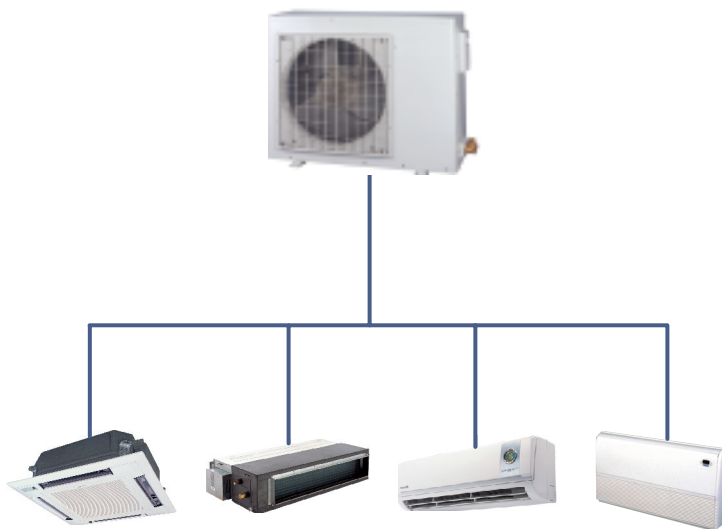

Рис. 3.1
3.2 Внутренние блоки могут быть настенного, кассетного, канального или напольно-потолочного типа (см. рис. 3.1).